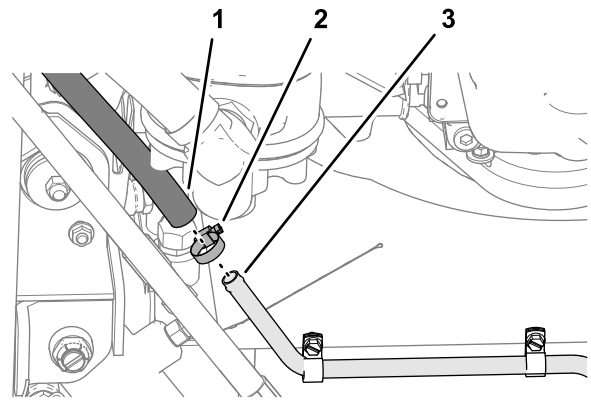

Рисунок 51
4. Наденьте свободный конец шланга линии возврата маслоохладителя на впускную трубку маслоохладителя и закрепите шланг с помощью шлангового хомута (Рисунок 51).